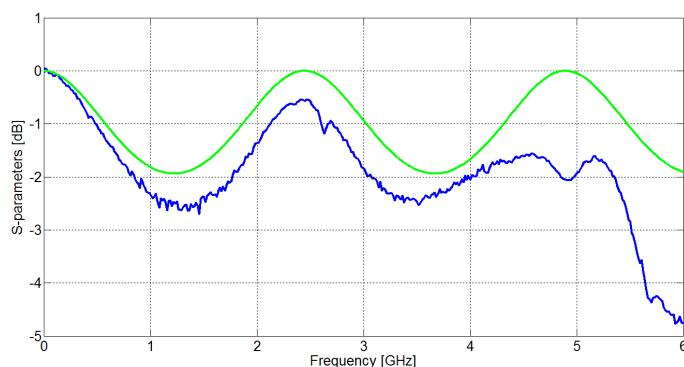

Figura 7: Comparación simulación y medición para líneas de $50\ \Omega$ (transmisión).
2. Grafique en Matlab ó AWR los mismos parámetros de dispersión para las dos líneas seleccionadas. Por ejemplo, en la figura 7 se muestra el gráfico de los parámetros S_{22} de las dos líneas de $Z_0=100\ \Omega$, tanto la larga (azul) como la corta (verde). Para este paso, utilice la función “Sparameters_Graph” ó “Sparameters_Graph_AWR” (Opcional) ó AWR. Anote sus observaciones para su posterior análisis.